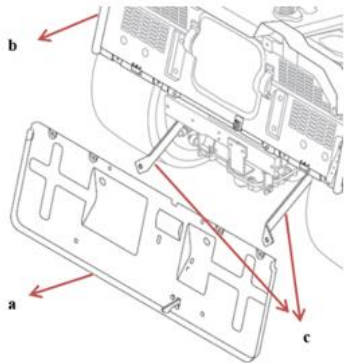
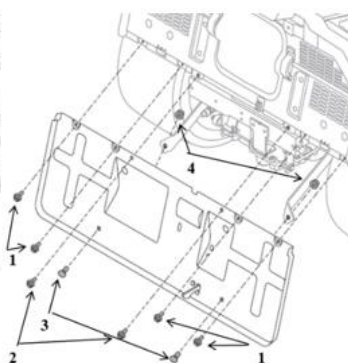

Fig.7A
Fig.7B
1. Aliniați găurile de pe partea superioară a panoului din spate (a) cu găurile (b) și fixați-le în șuruburi. (Fig.7A/Fig. 7B)
2. Aliniați cele două orificii de pe partea inferioară a panoului din spate cu orificiile celor două pârgăii de sprijin (c) și fixați-le cu șuruburi și piulițe. (Fig.7A)